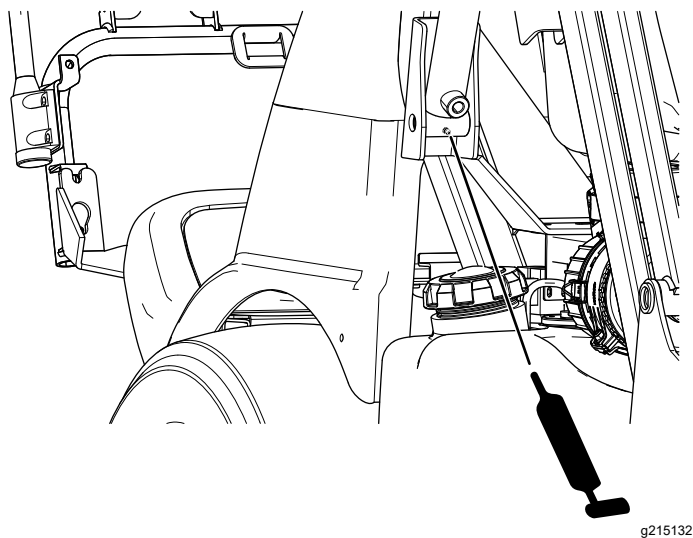

Figura 48
- Braços da tremonha – inferiores, frontais (Figura 48)